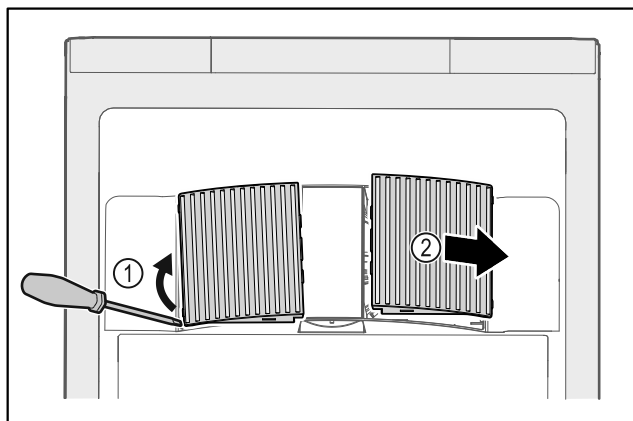

Fig. 171
- ▶ Внимателно повдигнете капациите на вентилаторите от страни Fig. 171 (1) и ги свалете напред Fig. 171 (2).